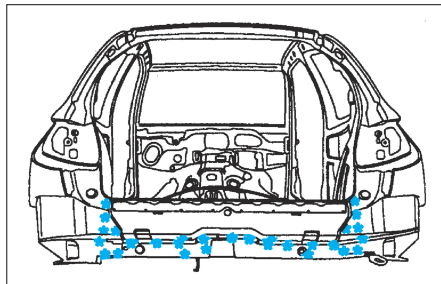
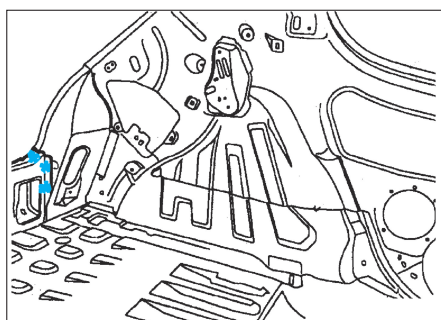

FIG. 144
FIG. 145
- Découper le panneau arrière par fraisage des points (Fig.144) et (Fig.145).